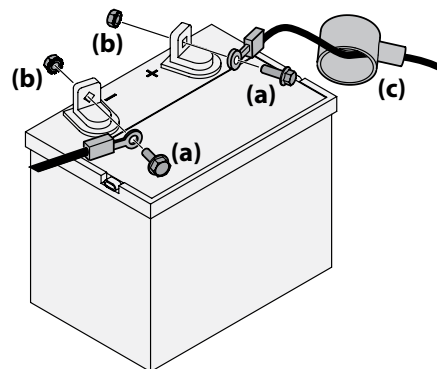

Figura 2-8
1. Retire la cubierta plástica, si está presente, del borne positivo de la batería y una el cable rojo al borne positivo de la batería (+) utilizando el perno (a) y la tuerca hexagonal (b). Consulte Figura 2-8.
2. Retire la cubierta plástica, si está presente, del borne negativo de la batería y una el cable negro al borne negativo de la batería (-) utilizando el perno (a) y la tuerca hexagonal (b). Consulte Figura 2-8.